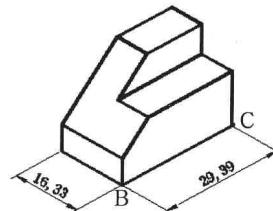

图 7-4-13
(10) 单击“倾斜”按钮 F ，单击 AB 直线的标注，按 Enter 键。捕捉并单击 C 点和 B 点，或者输入“30”后按 Enter 键，倾斜如图 7-4-13 所示。